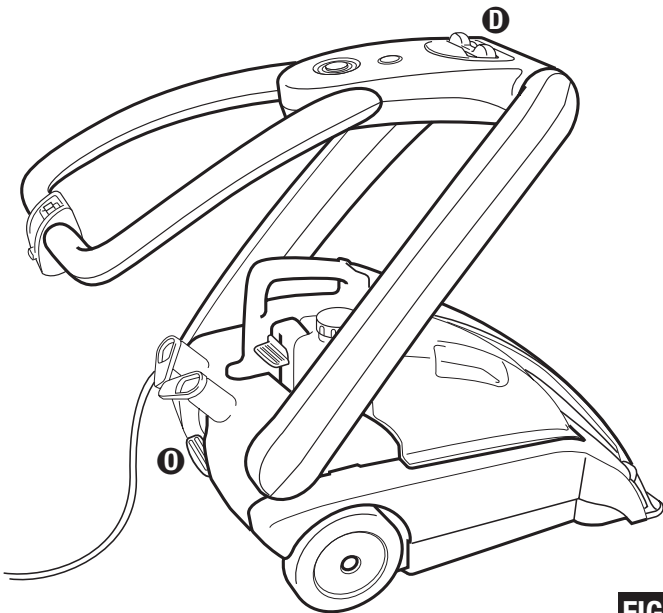

FIG. 11
Step 1: Turn upper handle release **D** to collapse the upper handle (Fig. 11).
Étape 1 : Tournez le dégagement du manche supérieur ❶ pour plier le manche sur lui-même (Fig. 11).
Étape 2 : Appuyez avec votre pied sur la pédale de dégagement du manche ❶ pour plier complètement le manche.
Paso 1: Haga girar la palanca que libera el mango ❶ para colapsar el mango de arriba (Fig. 11).
Paso 2: Presione el pedal que libera el mango ❶ para colapsar totalmente el mango.